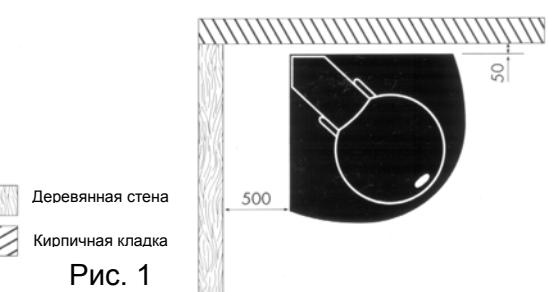

Рис. 1
- Если стена является несущей, то зазор размером в 50 мм между стеной и вертикальной поверхностью печи будет достаточен. Минимальное расстояние между вертикальной поверхностью печи и любым незащищенным деревянным элементом конструкции: 500 мм. (Рис. 1)